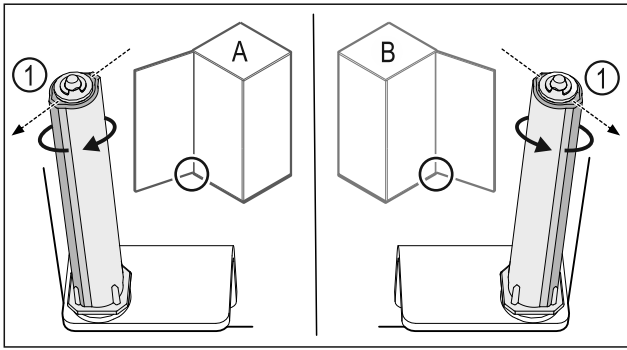

Fig. 49 Розкриття ліворуч (A) / Розкриття праворуч (B)
- Систему закриття повертати проти опору доки перемичка системи закриття Fig. 49 (1) не показуватиме назовні.